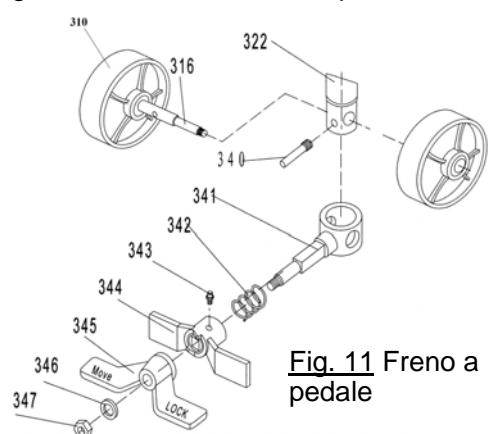

Fig. 11 Freno a pedale
Per innestare il freno premere con il piede il lato di blocco ("LOCK") della piastra del freno (fig. 11, pos. 345) fino a portarla a 45°. Per rilasciare il freno premere con il piede il lato di movimento ("MOVE") della piastra del freno (fig. 11, pos. 345) fino a portarla in posizione orizzontale.